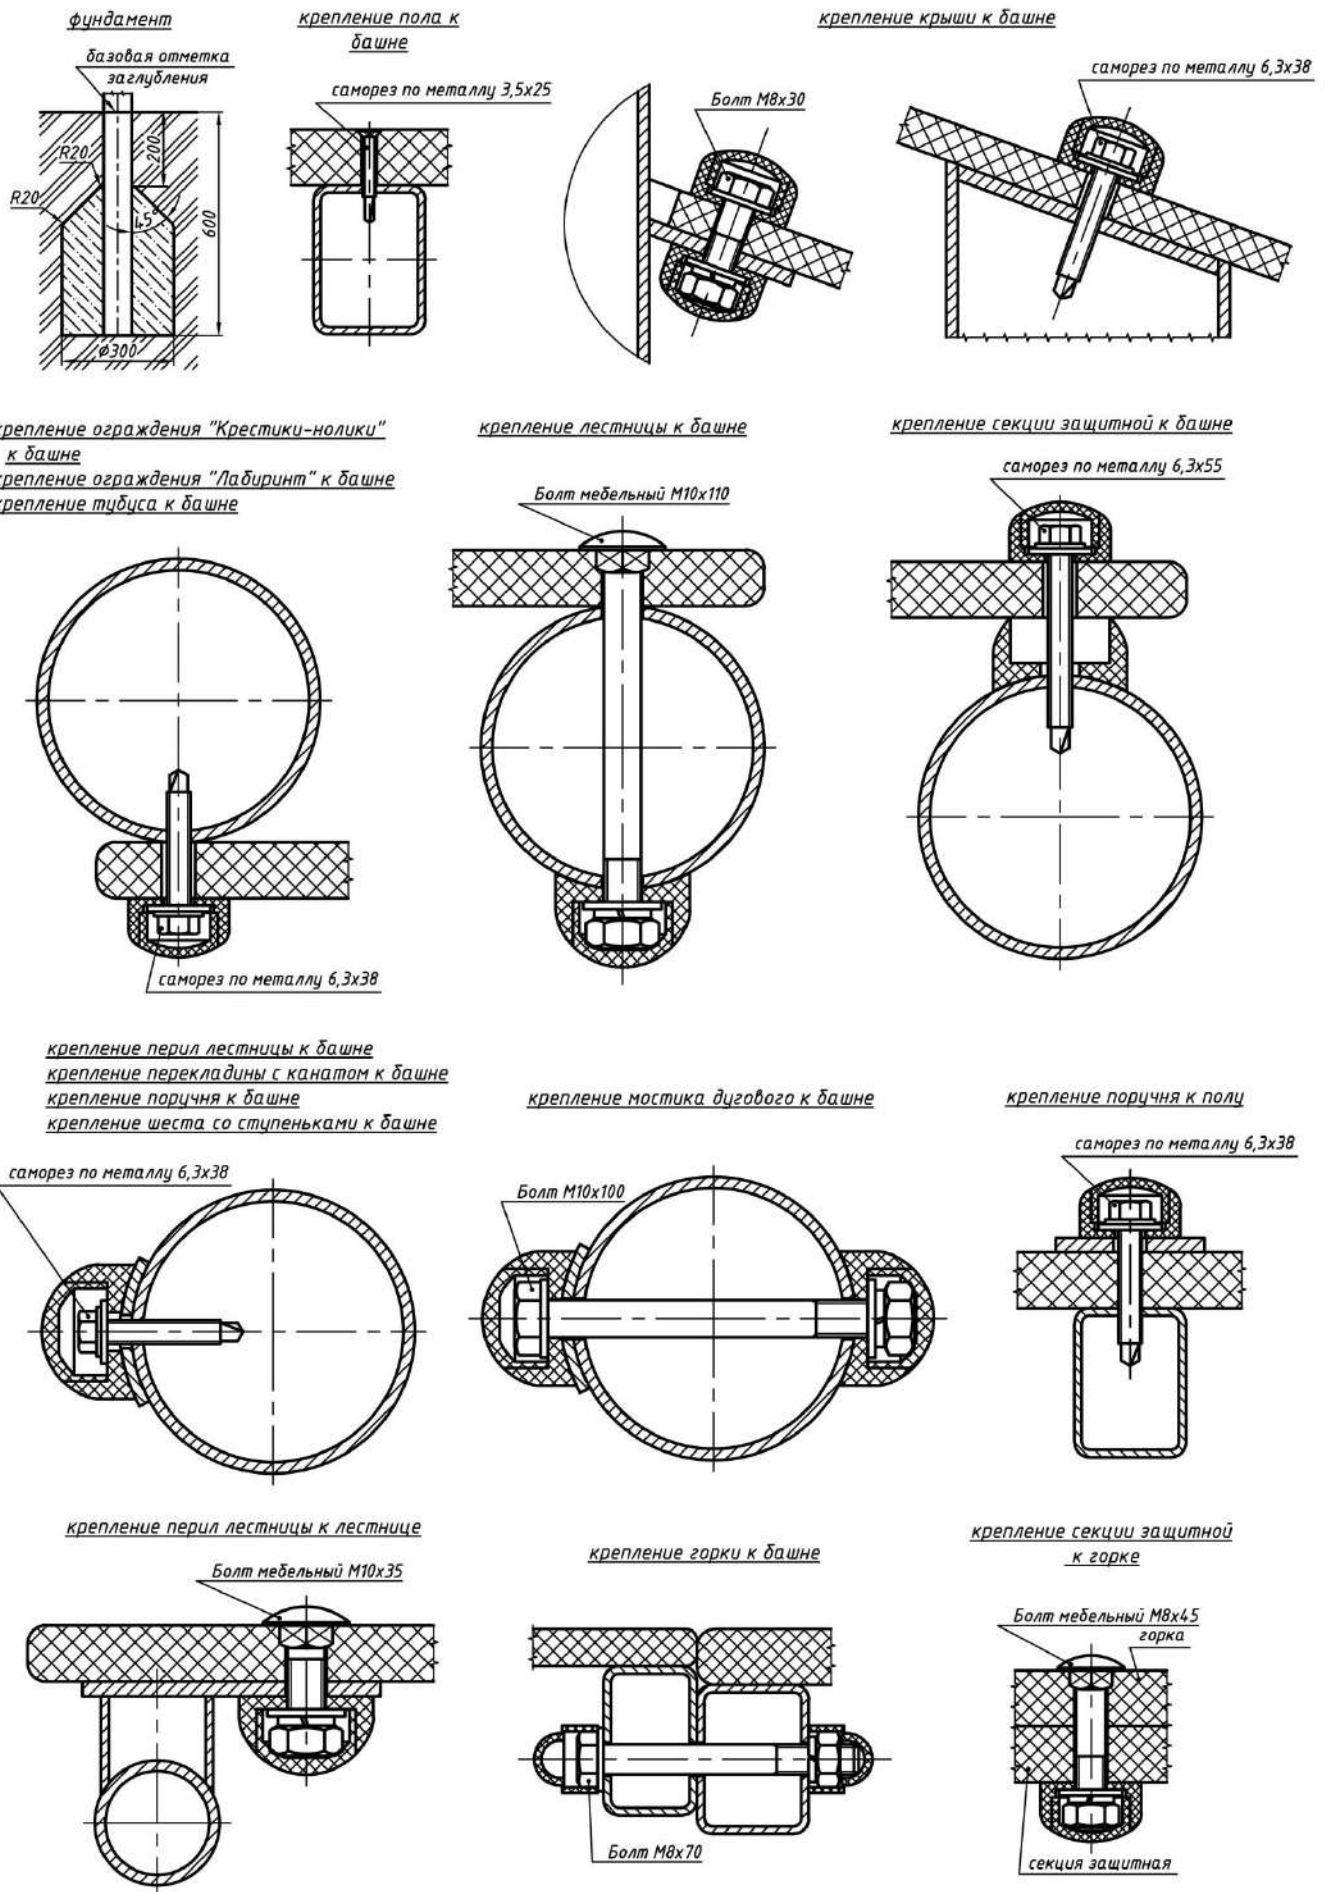

Рис.4 Крепление элементов детского игрового комплекса РТР 16-05А
- башни **1** и **2** соединить между собой тубусом **5** и опустить в соответствующие фундаментные прямки, крепление элементов комплекса между собой показано на рис.4, заглубление всех элементов комплекса в грунт - по базовым отметкам заглубления, выставить по нивелиру горизонтальность полов башен;
- залить бетоном прямки на глубину 200мм от поверхности площадки (см. рис.4);